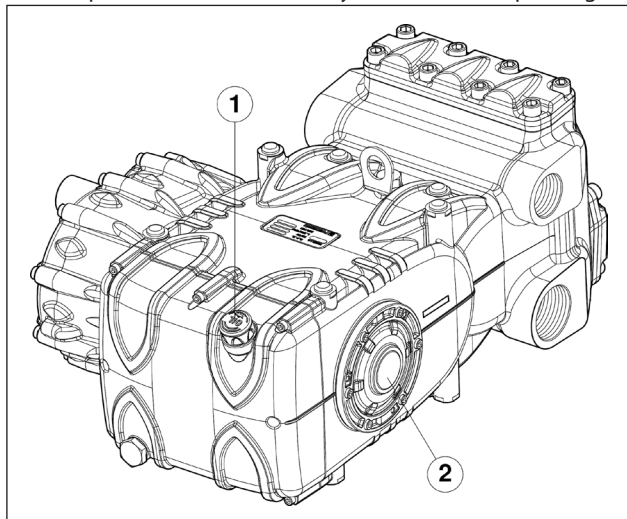

Fig. 8
5. Le niveau d'huile dans le carter de pompe est correct, en le mesurant avec la jauge d'huile appropriée (rep. ①, Fig. 8) et exceptionnellement avec le voyant de niveau (rep. ②, Fig. 8).